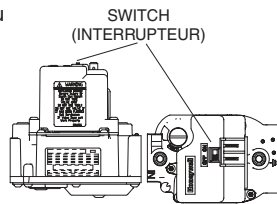

Figure 1
6. Move the gas control switch to the "OFF" position. (See Figure 1)
7. Wait five (5) minutes to clear out any gas. Then smell for gas, including near the floor. If you smell gas, **STOP!** Follow "B" in above information. If you don't smell gas, go to the next step.
8. Move the gas control switch to the "ON" position. (See Figure 1)
6. Réglez l'interrupteur de commande du gaz à la position "OFF". (voir Figure 1).
7. Attendre cinq (5) minutes pour s'assurer de la dissipation du gaz.
8. Réglez l'interrupteur de commande du gaz à la position "ON". (voir Figure 1).
4. Move the gas control switch to the "OFF" position. Do not use force. (See Figure 1)
4. Réglez l'interrupteur de commande du gaz à la position "OFF". Ne forcez pas. (voir Figure 1).